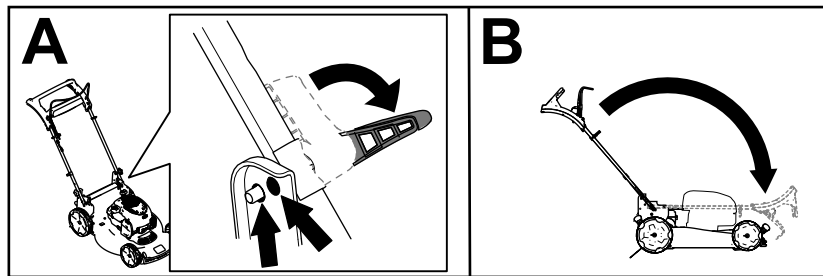

Figura 19
2. Decuplați închizătoarele mânerului până ce puteți mișca mânerul superior liber (A din Figura 19)
3. Pliați mânerul în față, către poziția înainte completă (B din Figura 19).